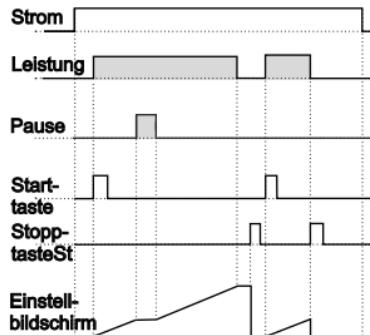

Abbildung 2.3
1.4.1 Wenn Aufwärtszählen **dEct** = 0 und **outF0-n** ist, wird das Regelschema in Abbildung 2.3 gezeigt.